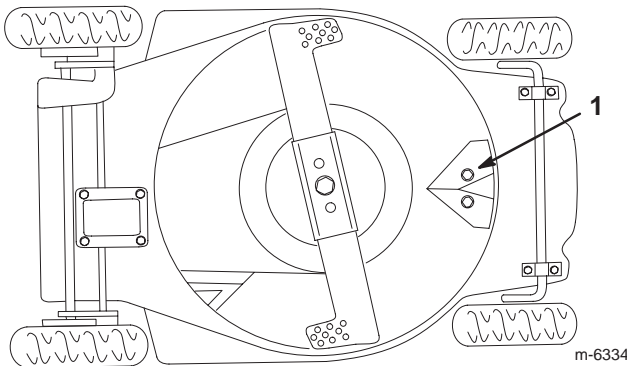

Figure 19
Le dessous du carter de tondeuse doit rester propre. Veillez particulièrement à débarrasser les déflecteurs de tout débris (Fig. 19).
4. Basculez la tondeuse sur le côté **gauche** (Fig. 19).